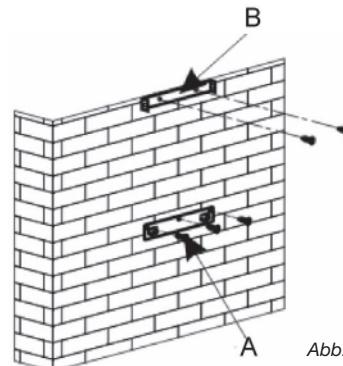

Abb. 1
(Abb. 1)
- Zeichnen Sie auf die Mauer die 3 Bohrlöcher auf, die Sie benötigen und benutzen Sie dafür die mitgelieferten Halter der Dunstabzugshaube und beachten Sie dabei den empfohlenen Abstand (Teil A der Abb. 1).
- Schrauben Sie den Halter für die Befestigung der Dunstabzugshaube fest und garantieren Sie, dass er vollständig im Wasser ist (Teil A der Abb. 1).
- Berechnen Sie die Endhöhe für den U-Halter der Rohrabdeckung (Teil B Abb. 1)
- Bohren Sie die beiden Löcher mit 8 mm und schrauben Sie den Halteflansch der Rohrabdeckung an und achten Sie dabei, dass die Achse zur Dunstabzugshaube korrekt ist (Teil B Abb. 1)